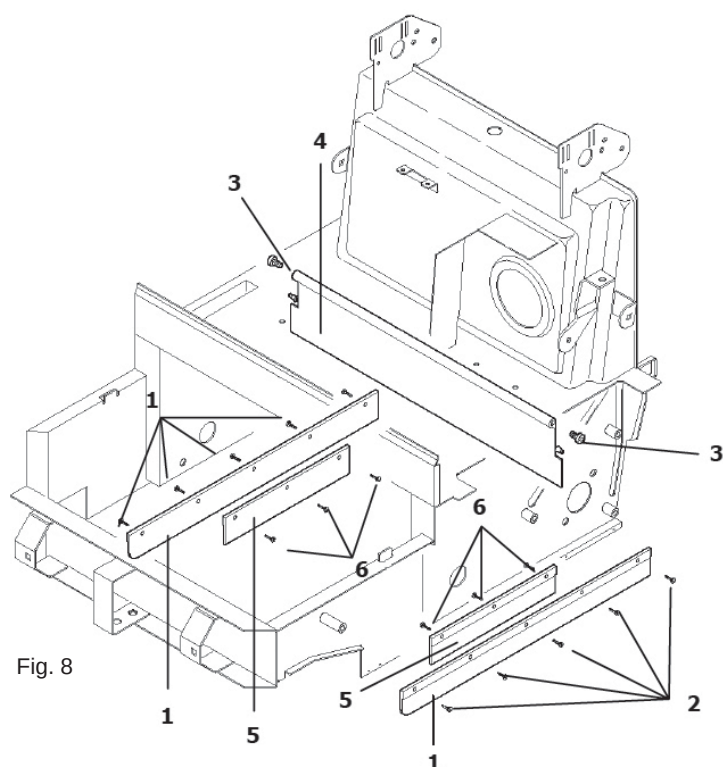

Fig. 8
Pentru a înlocui clapele laterale (poz. 1 Fig. 8), scoateți roțile din spate. Deșurbați șuruburile care fixează clapele pe șasiu (poz. 2 Fig. 8) și înlocuiți-le cu clape noi.
Pentru a înlocui clapele interioare (poz. 5 Fig. 8) ridicați partea frontală a mașinii și deșurbați șuruburile (poz. 6 Fig. 8) care fixează clapele pe șasiu. Înlocuiți-le cu clape noi.
- Deșurbați cele două știfturi de fixare a clapetei (poz. 3 Fig. 8) pe părțile laterale ale șasiului.
- Țineți clapeta (poz. 4 Fig. 8) și trageți-o spre exteriorul mașinii.